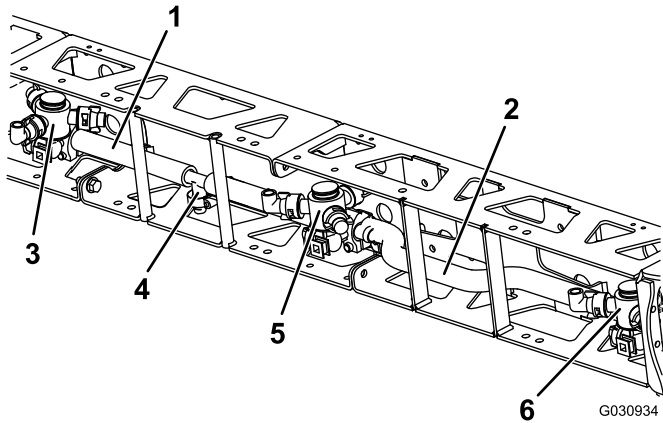

Figure 13
- Montez le flexible de rampe droit sur le corps de la double tourelle de la rallonge de rampe centrale et le corps de la tourelle simple droit (Figure 13).
- Montez le raccord en T retiré précédemment et les 2 flexibles (9-1/8 po) restants, comme montré à la Figure 13.